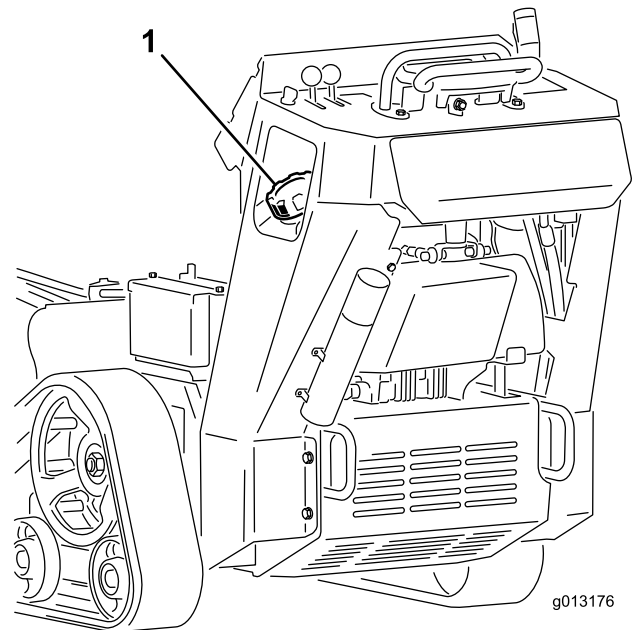

Bild 16
3. Reinigen Sie den Bereich um den Tankdeckel und nehmen Sie den Deckel ab (Bild 16).